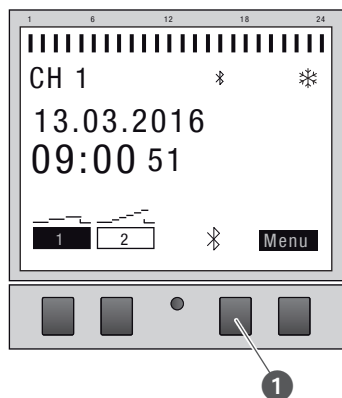

Fig. 26: Opprette Bluetooth-forbindelse på tidskoblingsuret
2. Trykk på Bluetooth-tasten (fig. 26/①) på tidskoblingsuret.